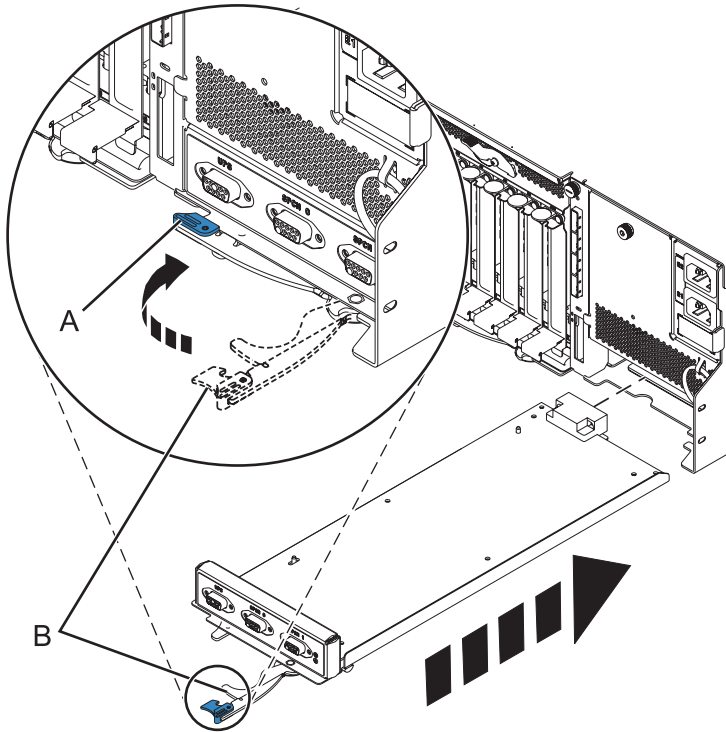

Figure 70. Remplacement du contrôleur de gestion du boîtier
6. Insérez avec précaution le contrôleur de gestion du boîtier dans le système et fermez le loquet (A), comme indiqué dans la figure 70.